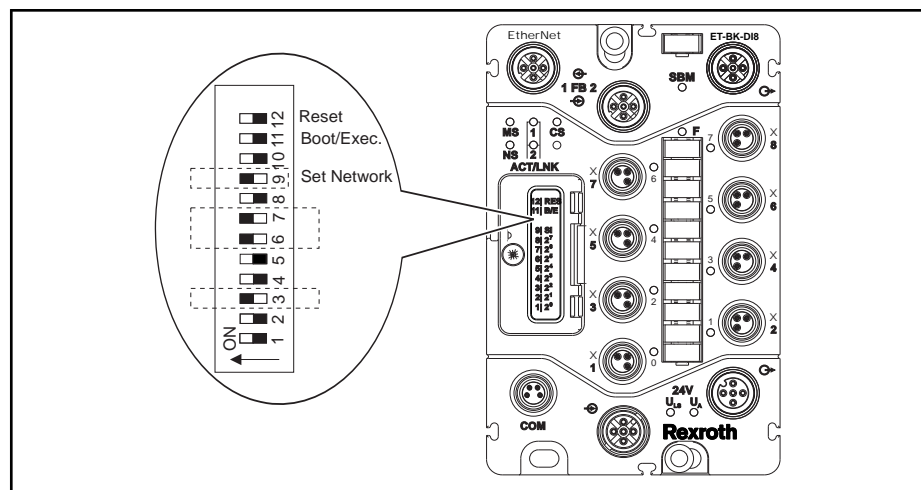

Abb. 10-1: DIP-Schalter für die Host-ID 100 eingestellt
- Stellen Sie für die Host-ID "100" die Schalter 3, 6, 7 auf "On" ($2^2+2^5+2^6 = 4+32+64 = 100$). Siehe dazu Abb. 10-1 "DIP-Schalter für die Host-ID 100 eingestellt" auf Seite 64.